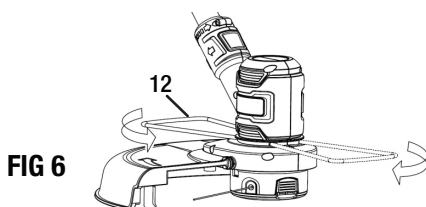

FIG 6
MONTAJE DEL PROTECCIÓN DE JARDÍN Y MANGO DELANTERO (FIG 6,7)
Para instalar la protección de jardín (12), expanda la abertura del cable y colóquelo en la ranura del cabezal de la podadora como se muestra en la fig. 6.